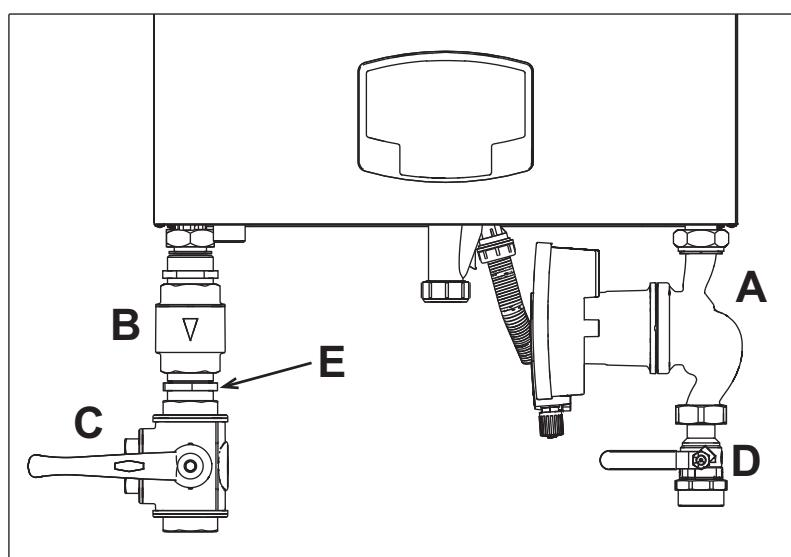

fig. 35- Boiler with installed kits
code 042070X0 - HIGH EFFICIENCY CIRCULATING PUMP KIT- 7m. (A - fig. 35)
code 042071X0 - HIGH EFFICIENCY CIRCULATING PUMP KIT- 10m. (A - fig. 35)
- 1 **NON-RETURN VALVE - Female 1"1/2** (B - fig. 35)
- 2 **3-Way FAUCET - Female 1"1/2** (C - fig. 35)
- 3 **FAUCET Male/Female 1"1/2** (D - fig. 35)
- 4 **CONNECTION NIPPLE 1"1/2** (E - fig. 35)